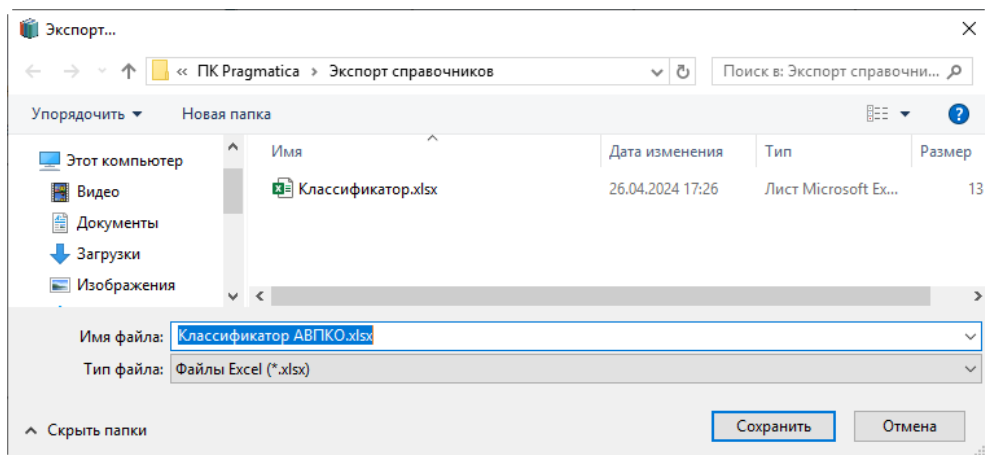

Рисунок 26 – Стандартное окно «Экспорт...»
2) В стандартном окне «Экспорт...» указать путь и имя файла для сохранения (рисунок 26).